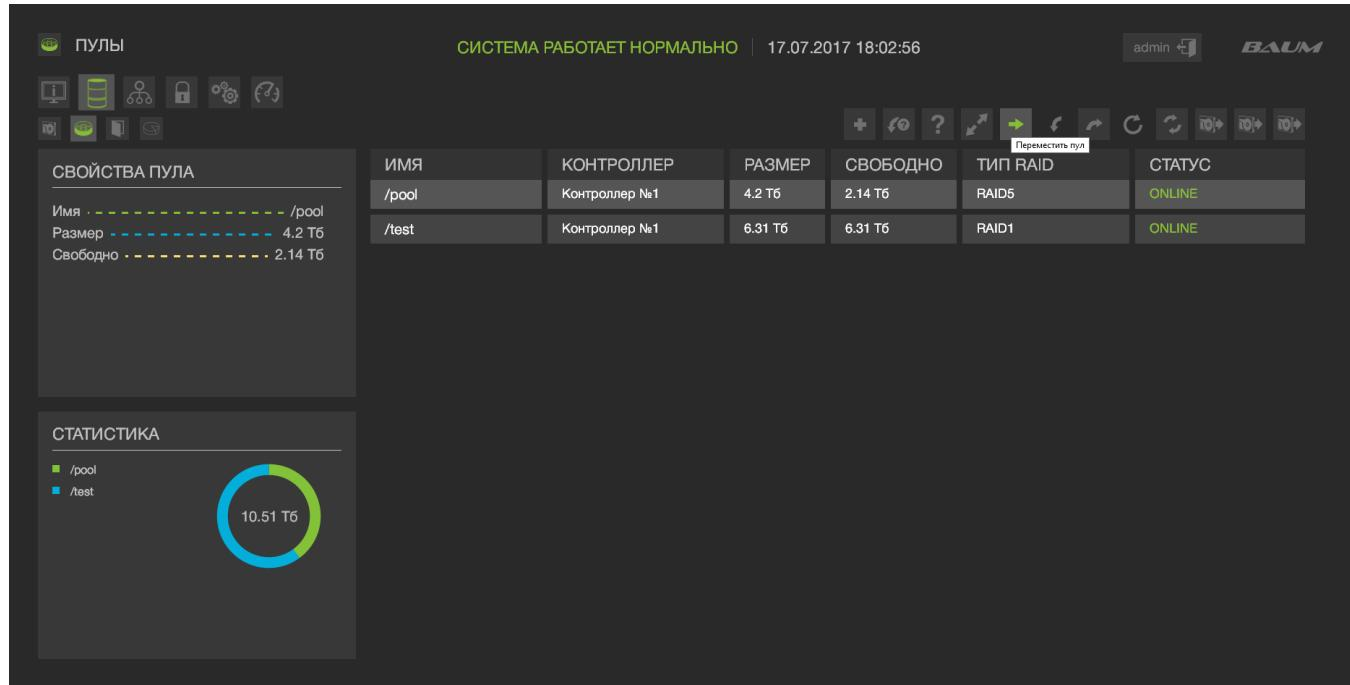

Рисунок 33 – Перемещение пула
- 2) Выбрать контроллер для перемещения (см. Рисунок 33).